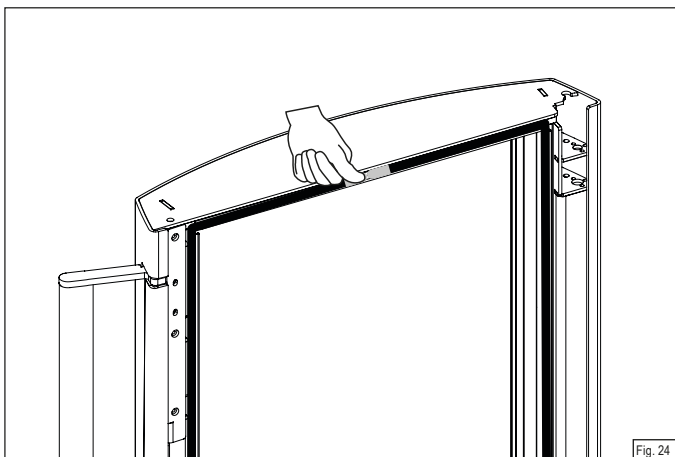

Fig. 24
- ▶ Enveloppez également l'extrémité avec du ruban de cuivre (Fig. 20) et appuyez sur le joint dans le guide (Fig. 24).